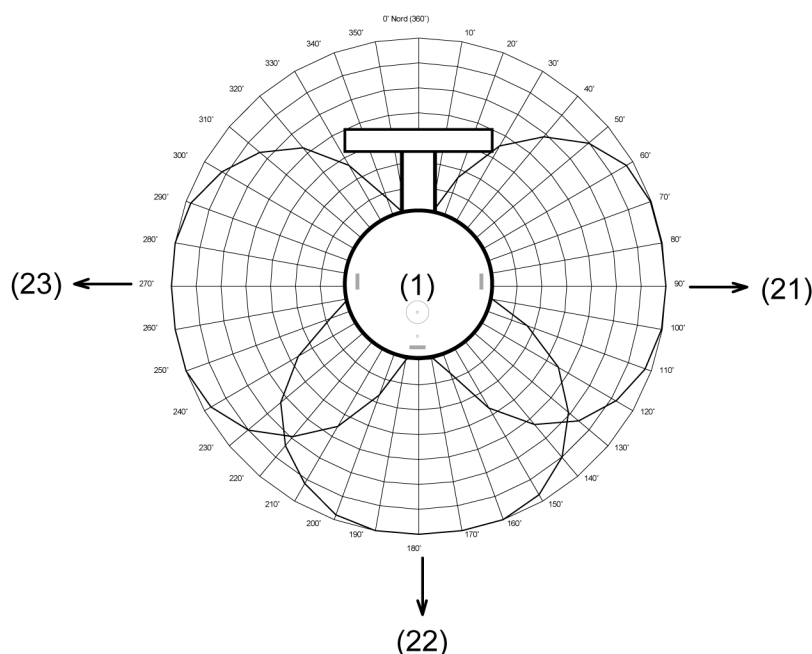

Bild 4: Ausrichtung der Wetterstation
- (1) Lichtdurchlässiger Sensorkopf mit der Sensorfläche des Niederschlagssensors, dem Temperatursensor, dem Dämmerungssensor, dem Windsensor und den 3 Helligkeitssensoren
- (2) Winkelarm mit variabler Verrastung zur Ausrichtung des Sensorkopfes
- (3) Klemmenkasten zum Anschluss des KNX/EIB und der Heizspannung an den Sensorkopf
- (4) Lage des Temperatursensors
- (5) Sensorfläche der Niederschlagssensors
- (6) Lage des Dämmerungssensors und des Helligkeitssensor 2
- (7) Lage des Helligkeitssensor 3 (Helligkeitssensor 1 befindet sich in 9 Uhr-Position (siehe Bild 4) und ist somit dieser Ansicht nicht sichtbar)
- (8) Lage des thermischen Windsensors